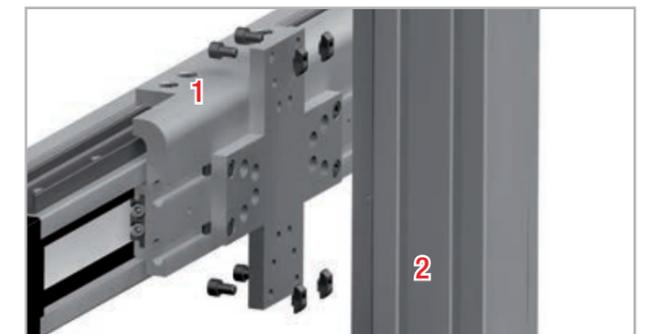

Fig. 107
4. Introduzir os parafusos do outro lado da placa de conexão (ver fig. 107).